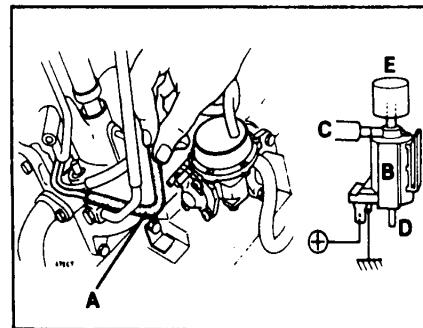

Рис. 15 Проверка редукционного электромагнитного клапана
- Отсоедините вакуумный шланг от клапана управления воздухом и заглушите шланг пальцем (рис. 15, А).
- Отсоедините вакуумный шланг с электромагнитного клапана (рис. 15, В) и убедитесь в свободном проходе воздуха из патрубка С в подрублок D.